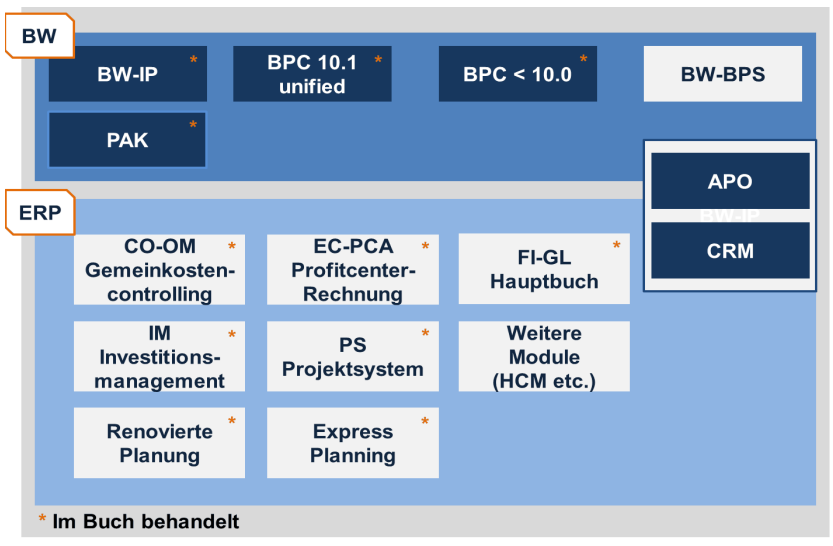

Abbildung 1.1: Übersicht Planungstools der SAP
Abbildung 1.1 zeigt die Auswahl der Planungstools, die auch im Buch behandelt wird. Sie sind unterschieden nach der Verarbeitungsbasis: nach Online *Analytical Processing »OLAP«* (BW) und Online *Transaction Processing »OLTP«* (ERP). In Abschnitt 4.1 gehen wir detaillierter auf die Unterschiede ein. Nicht behandelt werden Tools für Teil- und Spezialplanungen wie das CRM (Vertrieb) und APO (Logistik).